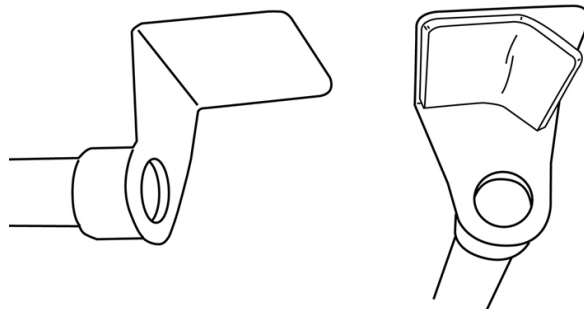

Рис.4
4. Обратите внимание, что на каждом конце трубки есть опорные кронштейны, которые будут размещены на верхних краях сторон корпуса рояля. Они имеют закругленные края и мягкое покрытие, чтобы не поцарапать рояль. Опорные кронштейны достаточно тонкие, чтобы позволить закрываться рояльной крышке. Если вы хотите более плотного прилегания с закрытой крышкой или, если возникает вибрация, установите на опорных кронштейнах войлочные прокладки, как показано на рис.4. Для более плотного прилегания, Вы можете разместить дополнительные войлочные прокладки в верхней части опорных рычагов.